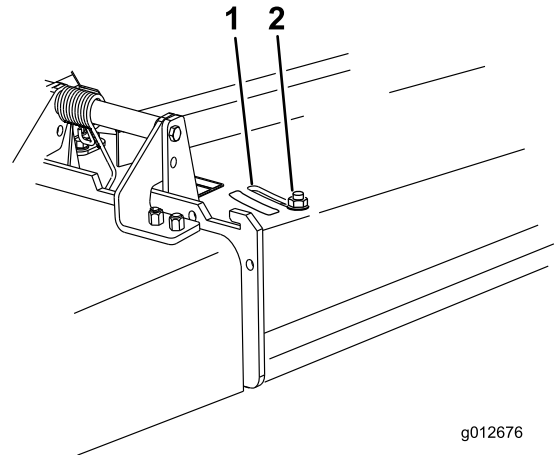

Figure 13
3. Pour régler le déflecteur, desserrez l'écrou (Figure 13).